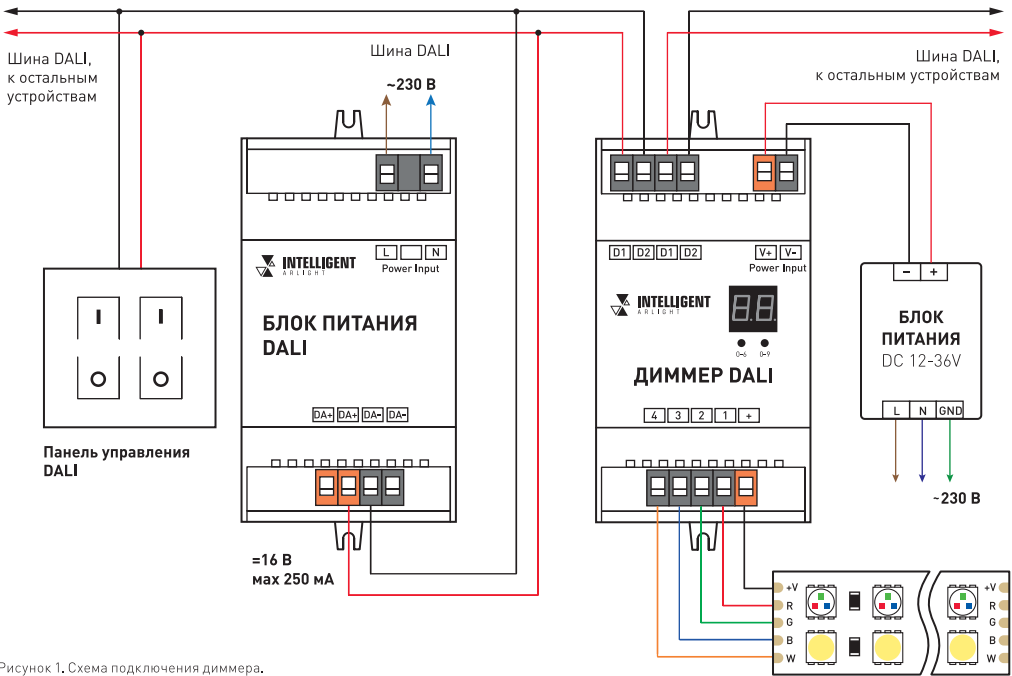

Рисунок 1. Схема подключения диммера.
- 3.3. Подключите светодиодную ленту или другой совместимый светодиодный источник света к выходу диммера, соблюдая полярность и порядок подключения проводов [Рис.1].